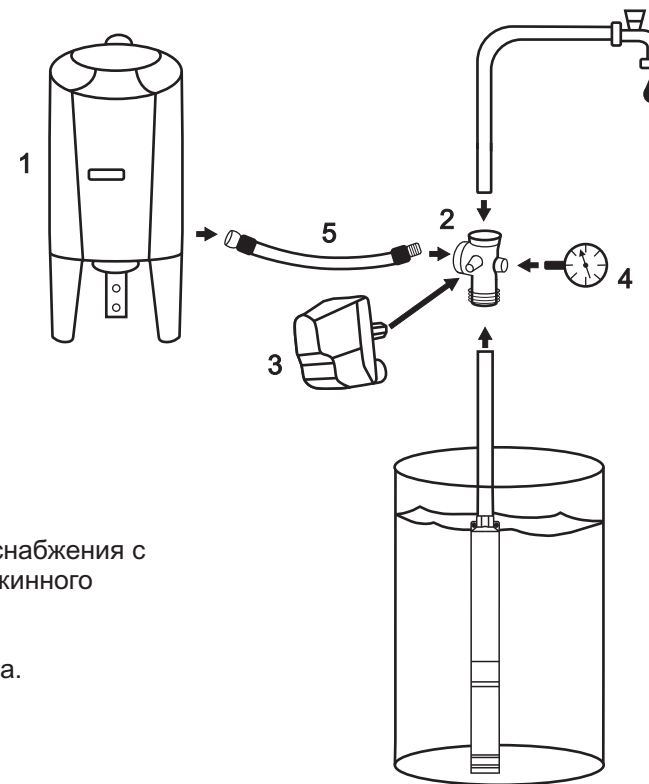

Рис. 4. Система водоснабжения с использованием скважинного насоса:
**Внимание!** Оборудуя систему водоснабжения, в которой используется погружной электронасос, гидроаккумулятором от 24 л и больше, реле давления, пятерником и манометром, вы предохраняете насос от слишком частых пусков (рис. 4).